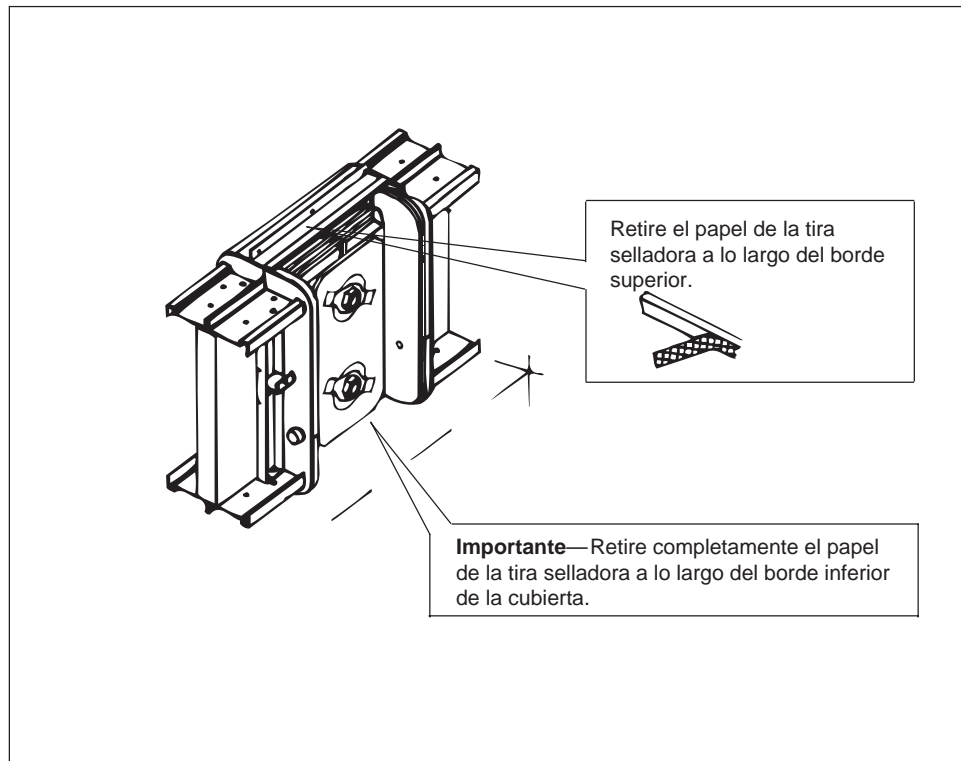

Figura 16
7. Deje expuesta la tira selladora en la cubierta (figura 16). La tira selladora se encuentra a ras con el borde exterior de la cubierta de las uniones.